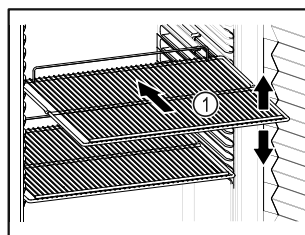

Fig. 71 Примерно изображение
- Ако стелажите за съхранение Fig. 71 (1) могат да се местят, регулирайте ги според височината.